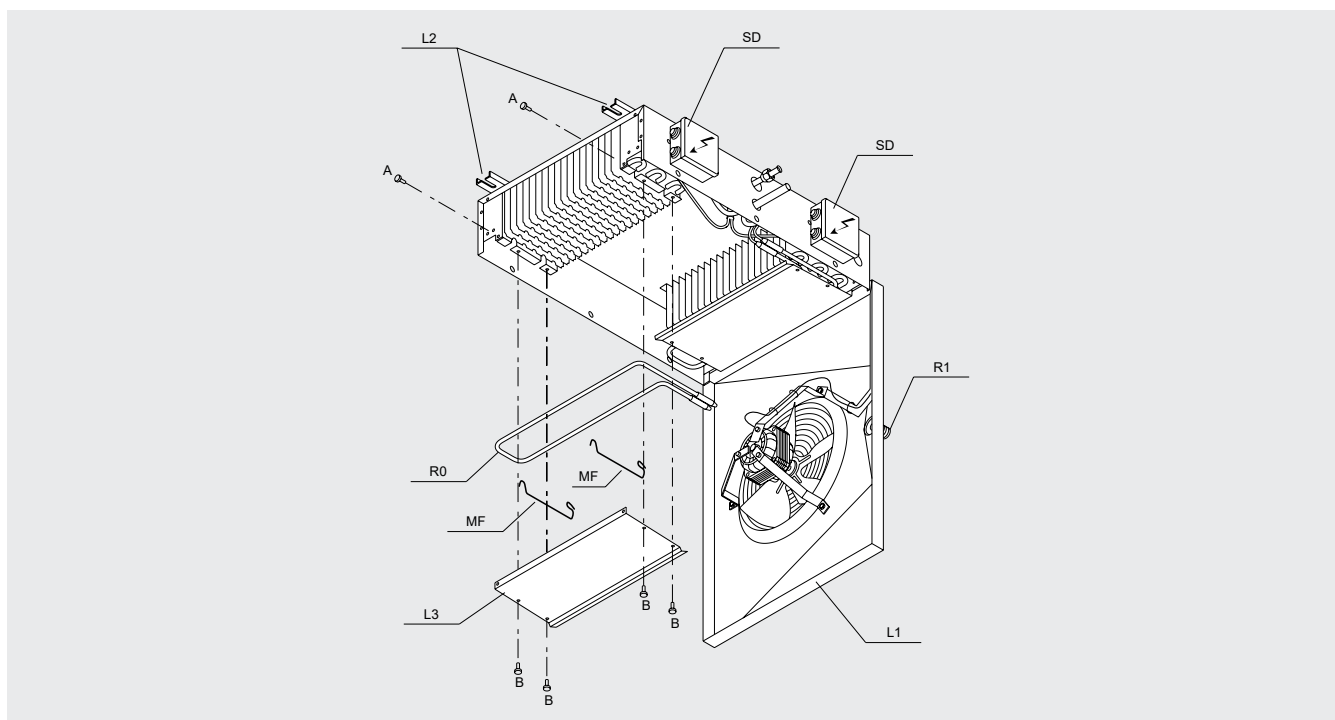

Figura 6
- 8.3 Accompagnare il convogliatore L1 fino alla posizione rappresentata in "Figura 6".